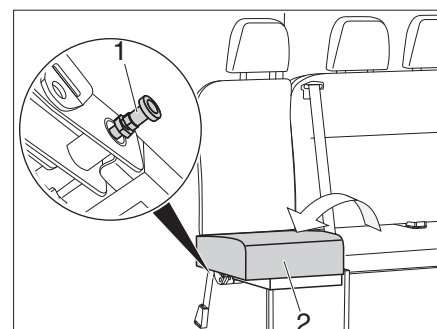

Fig. 45 Apertura del piano di seduta
- Aprire il piano di seduta (Fig. 45,2) e fissare con il bloccaggio (Fig. 45,1).